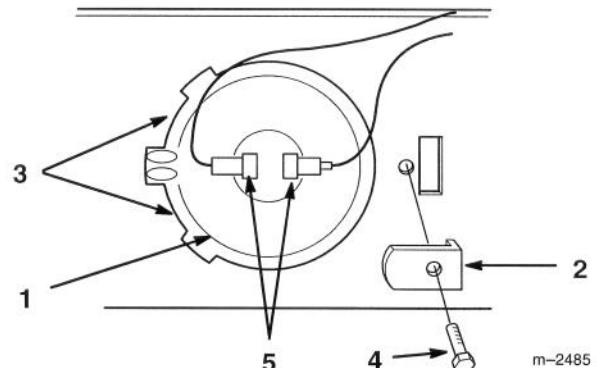

Abbildung 36
3. Die Schraube entfernen, mit der der Haltebügel befestigt ist (Abb. 36).
4. Die Birne hochziehen und aus der Fassung drehen (Abb. 36).
1. Die Indexbosse horizontal ausrichten und die Birne unter die Zungen an der linken Seite der Fassung drehen (Abb. 36).
2. Die Birne mit dem Haltebügel in der Fassung halten und mit der Schraube befestigen (Abb. 36).
3. Die Kabelstecker auf die Birnenklemmen schieben (Abb. 36).